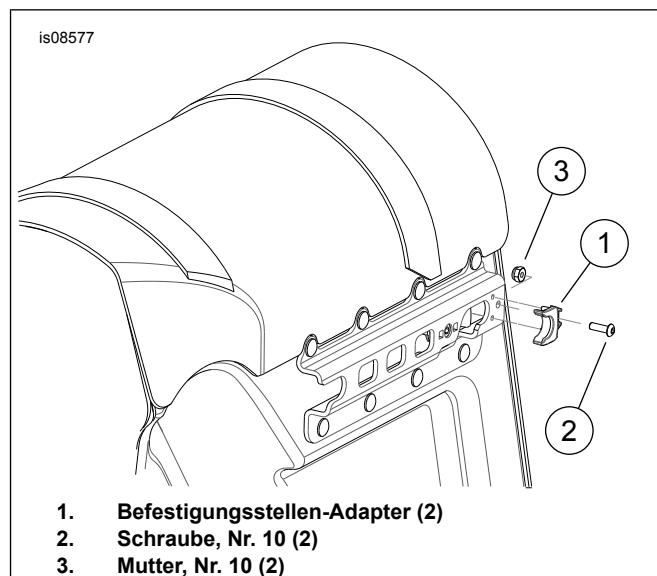
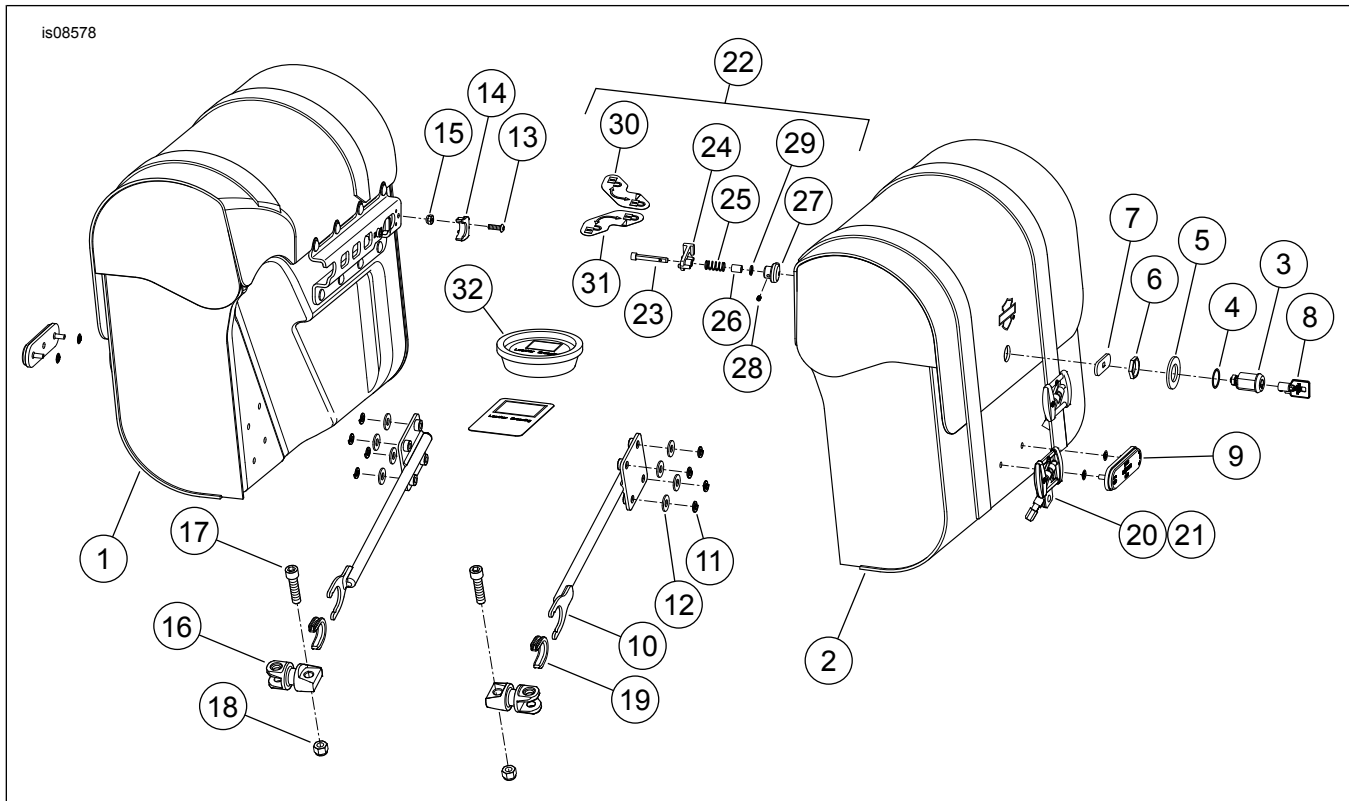

Abbildung 4. Hintere Befestigungsstellen-Adapter einbauen
Abbildung 7. Ersatzteile: Abnehmbare XL-Satteltaschensätze
3. Siehe Abbildung 7 und Tabelle 1. Die Befestigungsstellen-Gabelköpfe (16), Schrauben (17) und Muttern (18) aus dem Satz bereitlegen.
1. Siehe Abbildung 7 und Tabelle 1. Die Satteltaschenstützarme (10) und Befestigungsstellen-Clips (19) bereitlegen.
2. Siehe Abbildung 7 und Tabelle 1. Die rechtsseitige (1) und die linksseitige (2) Satteltaschenbaugruppe, die hinteren Befestigungsstellen-Adapter (14), die Schrauben (13) und die Muttern (15) bereitlegen.
3. Siehe Abbildung 4. Die Zapfen des hinteren Befestigungsstellen-Adapters (1) in die Löcher am hinteren Ende der Satteltaschenhalterung einsetzen und festhalten.
4. Den hinteren Befestigungs-Adapter (1) mit der Schraube (2) und Mutter (3) befestigen. Sicher anziehen.
5. Siehe Abbildung 7 und Tabelle 1. Dem Satz 90201424 die Satteltaschenstützarme mit den befestigten U-Clips (10 und 19), die flachen Unterlegscheiben (12), die Sicherungsscheiben (11) und die Komponenten entnehmen.
6. Den Arm (10) gemäß den Anleitungen aus dem Satz 90201424 an den Satteltaschen anbringen.
1. Siehe Abbildung 7 und Tabelle 1. Die Schlossteile 3 bis 7 aus dem Satz nehmen.